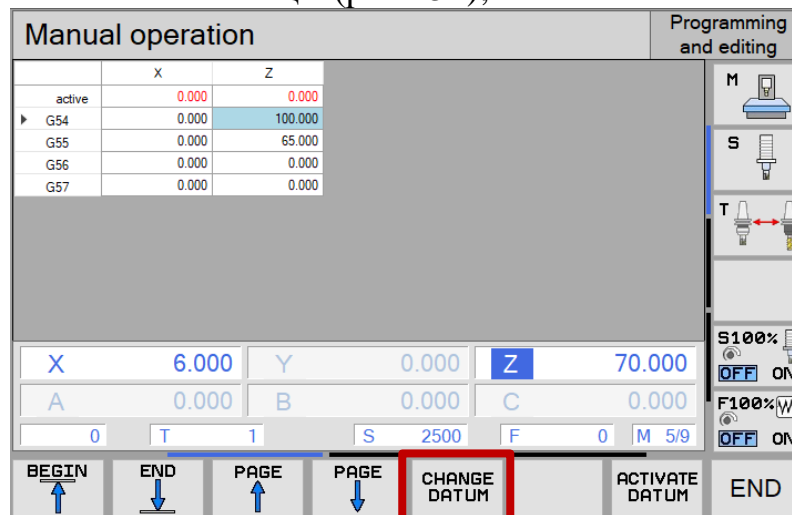

Рис.151. Кнопка, соответствующая меню «WORK»
5. На экране пульта управления нажать кнопку «CHANGE DATUM» для изменения значений таблицы (рис.151);